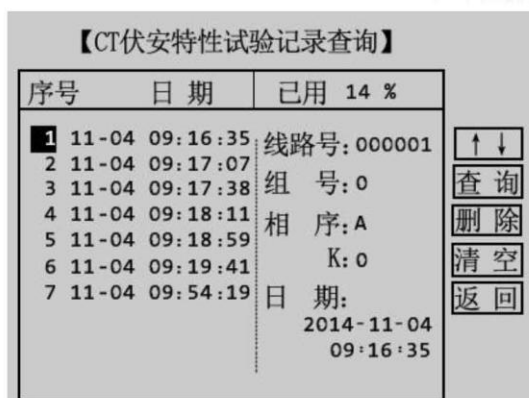
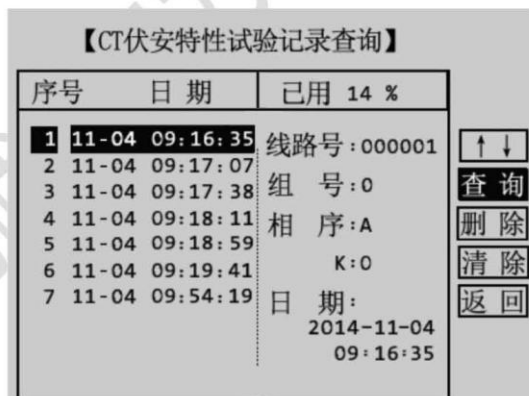

图 3.14 伏安特性记录查询选择界面
图 3.15 伏安特性历史数据操作界面
4. : 通过旋转鼠标将光标移动至  选项并按下, 进入已存储的数据序号选择界面, 如图 3.14 所示。通过旋转鼠标的左旋或者右旋, 用户可浏览每一组试验记录的序号, 并在右边显示该组试验记录的相关信息, 选定序号后再按下旋转鼠标, 该组试验记录的序号和日期部分反色, 光标回到右边的操作项上, 如图 3.15 所示。用户可选择查询、删除、清空数据。